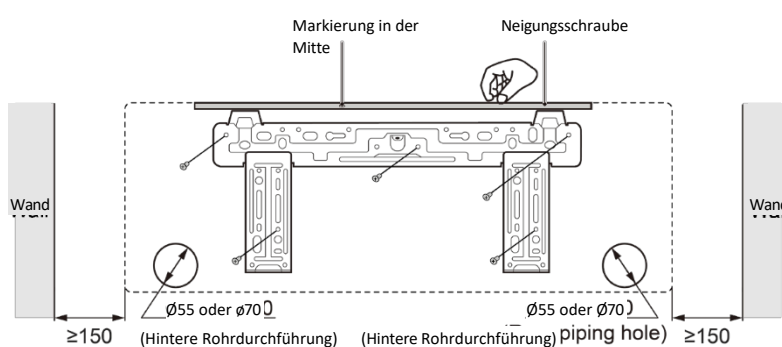

Abb. 4.2
- 4 Der in Abb. 4.2 angegebene Durchmesser beträgt 55 mm oder 70 mm.
- 1 Bohren Sie die Rohrdurchführung (Φ 55 mm oder 70 mm) in die Wand, wobei die Außenseite leicht nach unten geneigt sein sollte. Die Mitte der Bohrung ist anhand von Abb. 4.2 zu bestimmen.